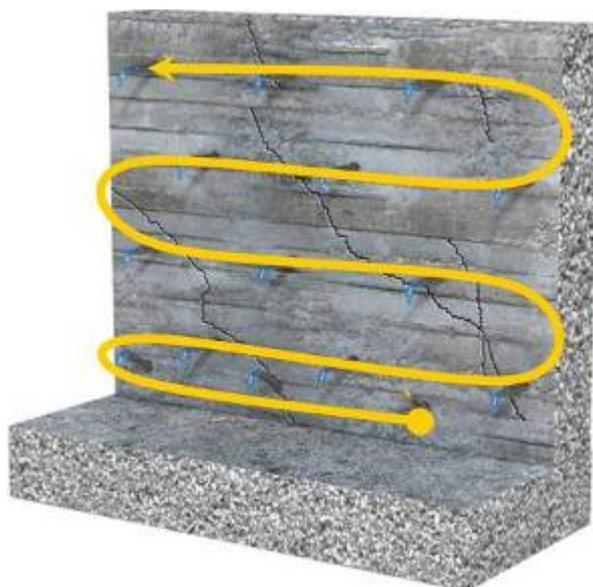

Figura 4.1-19 Inyección de la resina
- La inyección de la resina se comienza desde el inyector más bajo y se continúa la inyección tal y como se muestra en la figura 4.1-19. Lo recomendable es realizar un primer tramo de la inyección y volver a inyectar desde el primero, y continuar así sucesivamente por tramos continuos.